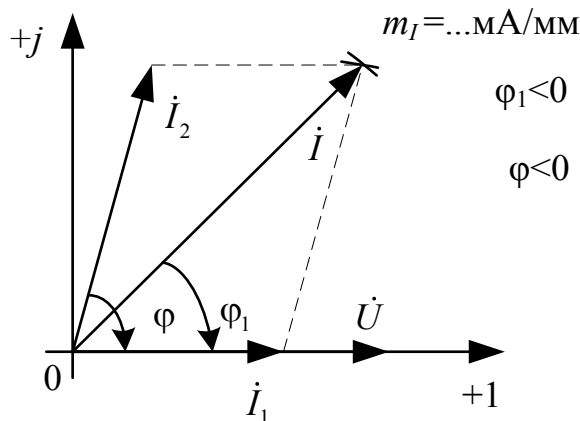

Рис. 2.4
1.6. По данным табл. 2.1 построить лучевую диаграмму токов. Пример лучевой диаграммы токов приведен на рис. 2.4.